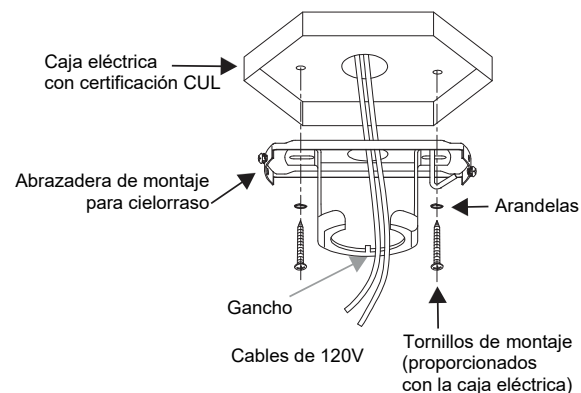

Fig. 5
Paso 1. Pase los cables de alimentación de 120 voltios a través del orificio central del soporte de montaje tal como se muestra en la **Fig. 5**.
Paso 1. Pase los cables de alimentación de 120 voltios a través del orificio central del soporte de montaje tal como se muestra en la Fig. 5.